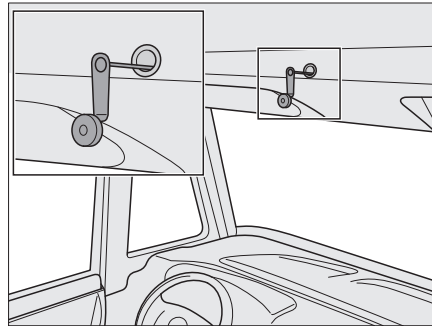

Fig. 171 Mando de emergencia de la cama elevada eléctrica
- ▷ Durante un corte de corriente, la cama elevada eléctrica también puede ser accionada con una manivela de emergencia (Fig. 171). Ésta se encuentra en la cocina integrada.